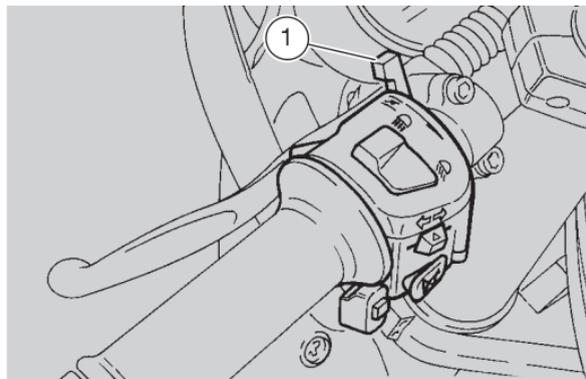

Fig. 24
Si le démarrage se fait à moteur froid, tourner vers le bas le levier "I\N" (1-Fig. 24).
- Réchauffer le moteur jusqu'à ce qu'il tourne normalement avec le levier de l'air "↖" (1 - Fig. 24) complètement poussé vers l'avant.
Ne pas utiliser le levier de l'air "↖" (1 - Fig. 24) pour démarrer à moteur chaud.**
- reporter le levier de l'air "↖" (1 - Fig. 24) complètement vers l'avant;